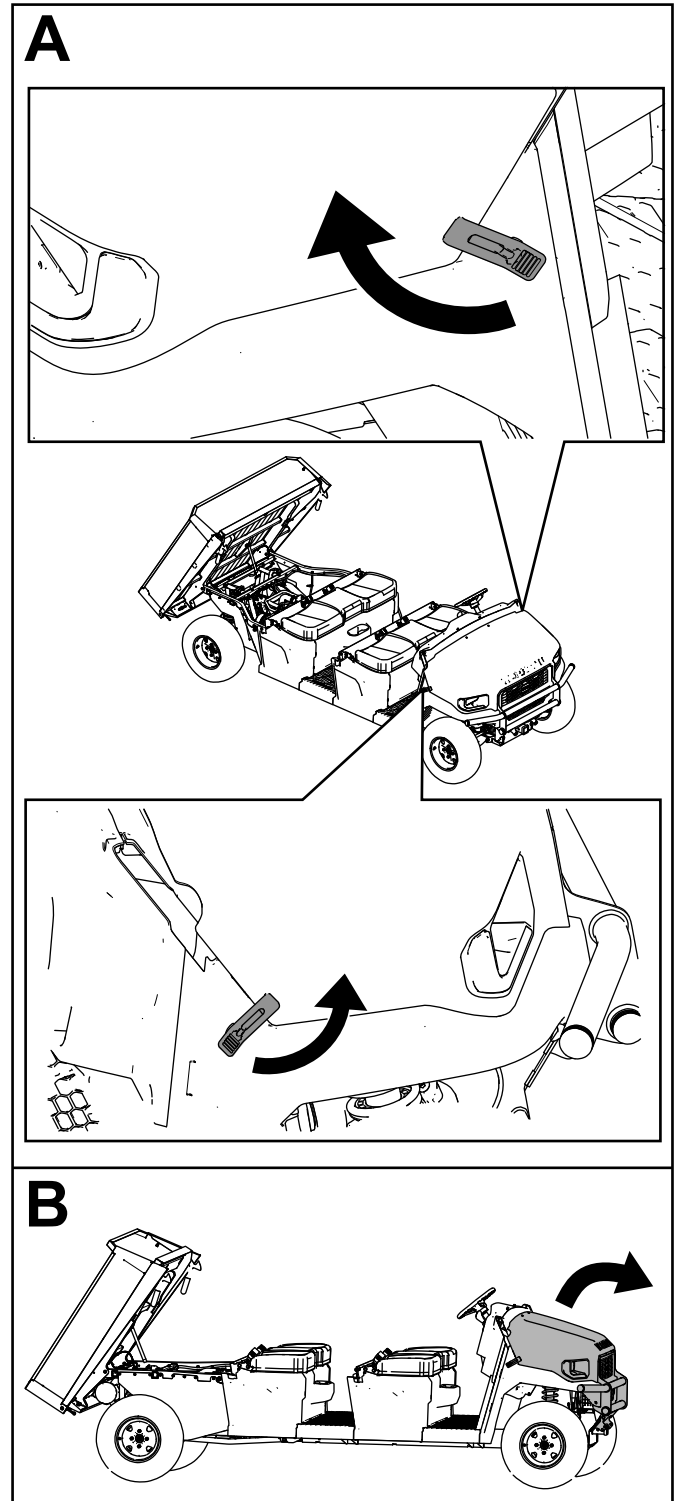

Bild 31
2. Öffnen Sie die Haube (Bild 31).